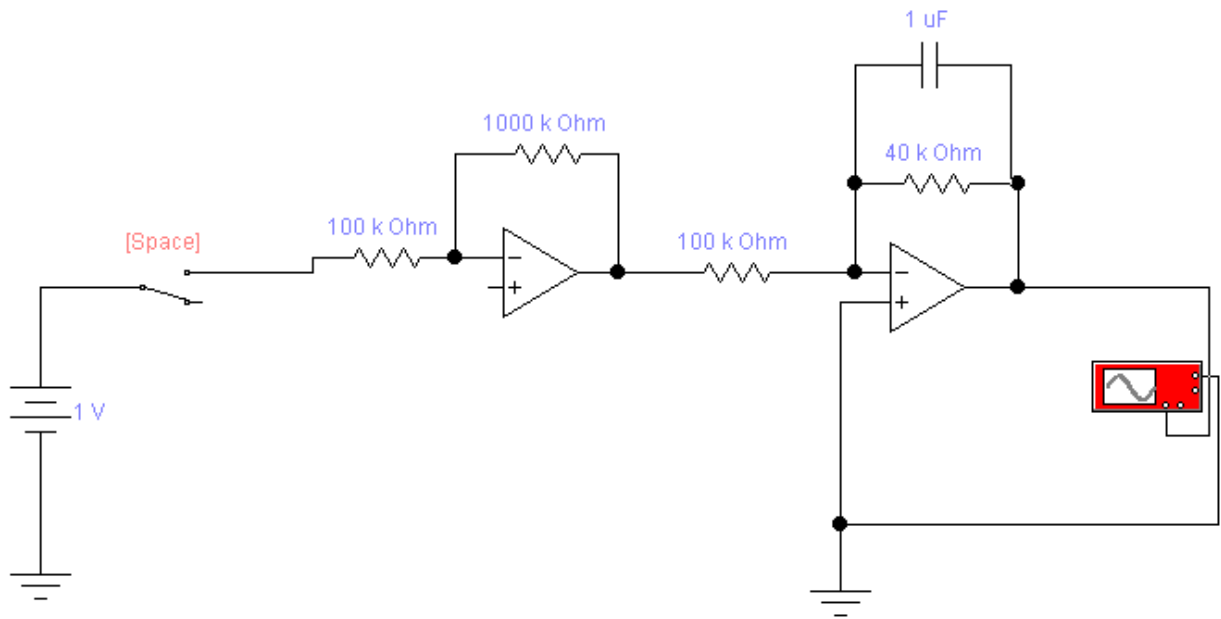

Рисунок 4.54 – Класичне звено для моделювання перехідних процесів
1. Зібрати класичне зveno для моделювання перехідних процесів у разі розмикання та замикання кола (рис. 4.54). Для цього необхідно розташувати на робочому полі програми джерело постійної напруги, операційні підсилювачі, резистори, конденсатор, осцилограф [12].